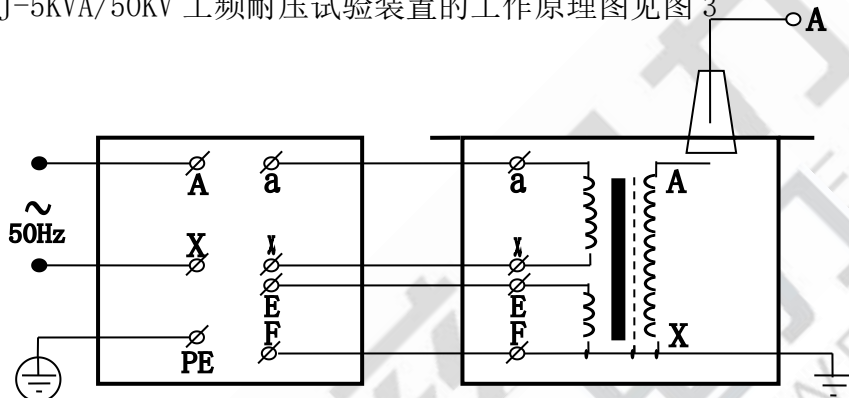

图 3：单台 YDJ-5KVA/50KV 工频耐压试验装置原理图
1、单台 YDJ-5KVA/50KV 工频耐压试验装置的工作原理图见图 3